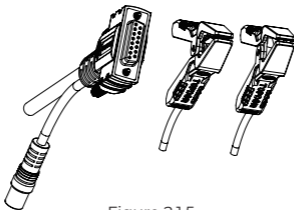

Figure 2.1.5
10. Câble de test de batterie avec connecteur DB15 femelle et bornes de batterie. (Voir la figure 2.1.5)